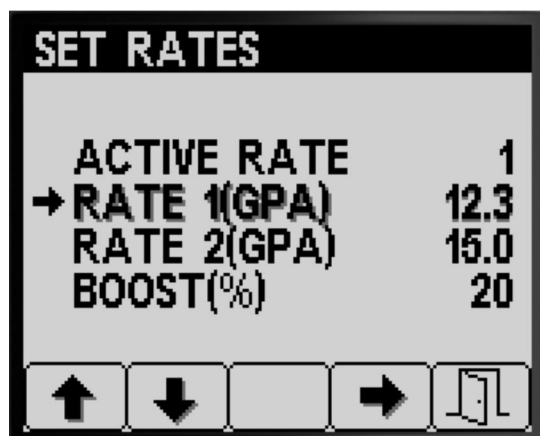

Figura 6
- Prima o botão 1 ou 2 para navegar para as opções TAXA 1 ou TAXA 2 (Figura 6).
2. Prima o botão 4 para selecionar a opção de TAXA do pulverizador (Figura 6).